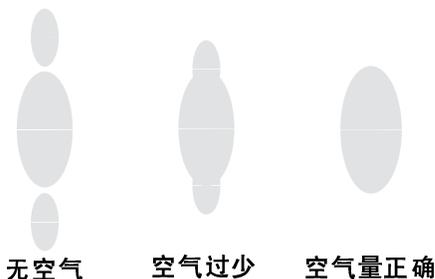

图 5. 喷型问题
2. 参见图 5。设置扣动扳机时，雾化空气压力约为 5 磅 / 平方英寸 (0.35 巴，35 千帕)。检查喷型，然后缓慢增加空气压力，直到尾部完全雾化，并进入喷型。喷枪的空气压力切勿超过 100 磅 / 平方英寸 (0.7 兆帕，7 巴)。